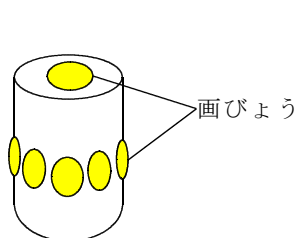

図1 回転子
- 1 画びょうをフィルムケースの底の中心に刺す。また、8個の画びょうをフィルムケースの口から2 cmの円周上に等間隔に刺し、回転子とする (図1)。